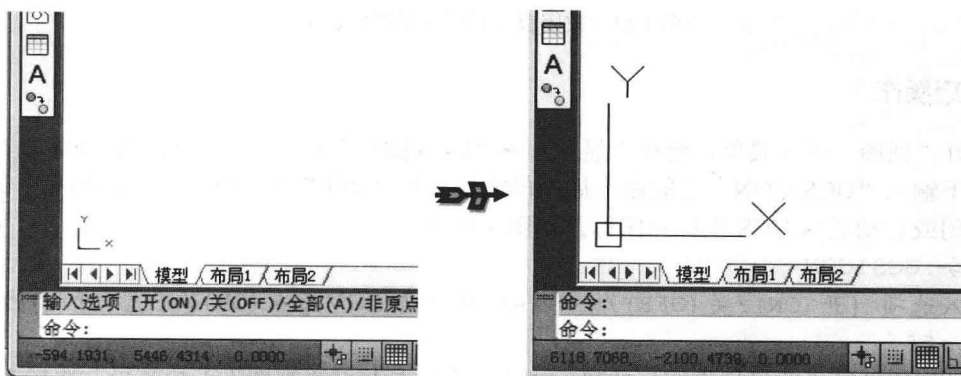

图 1.16 不同大小的 UCS 图标效果
(3) 根据需要的大小和颜色效果设置 UCS 图标大小。如图 1.16 所示。